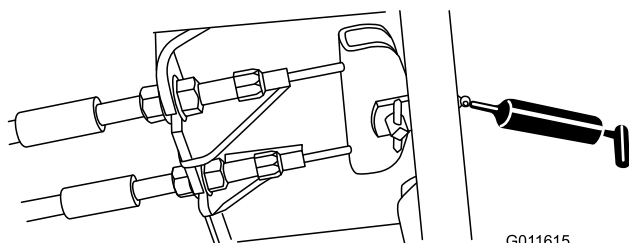

Figura 57
- Pedal de freno (1) (Figura 57)